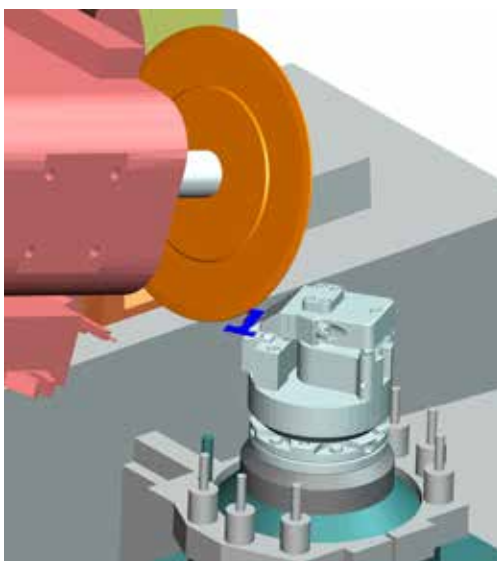

图 2: 生产夹紧系统的 3D 模型 (Michael Deckel 操作图片)
- 刀片平行于表平面（如图 2 所示）
夹紧系统可分配给 3D 模型，在 3D 模拟中实现可视化，并进行碰撞监测（如图 2 所示）。刀片本身在 3D 模拟中显示为立方体形坯料。